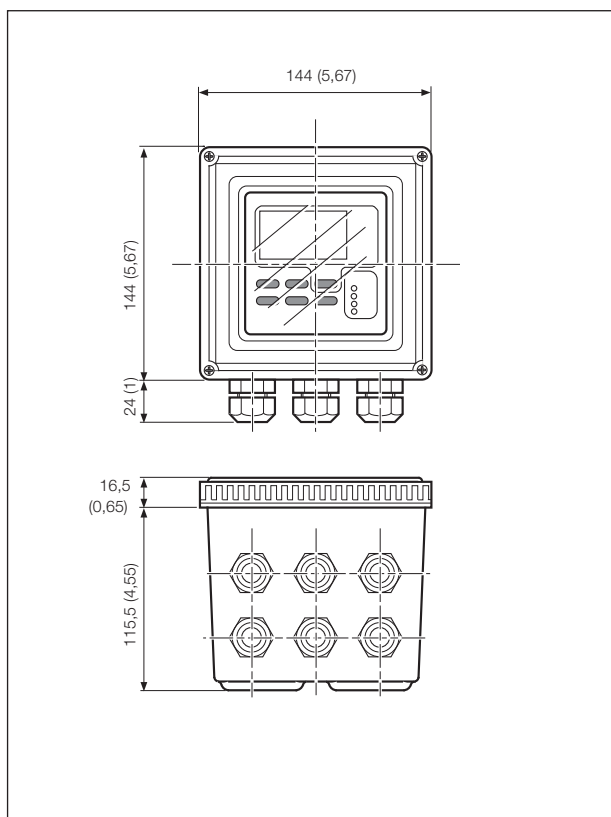

Abbildung 3-1. Gehäuseabmessungen und Lage der Kabeldurchführungen
- ein Zugang zu den Kabelbuchsen möglich ist (siehe Abbildung 3-1)